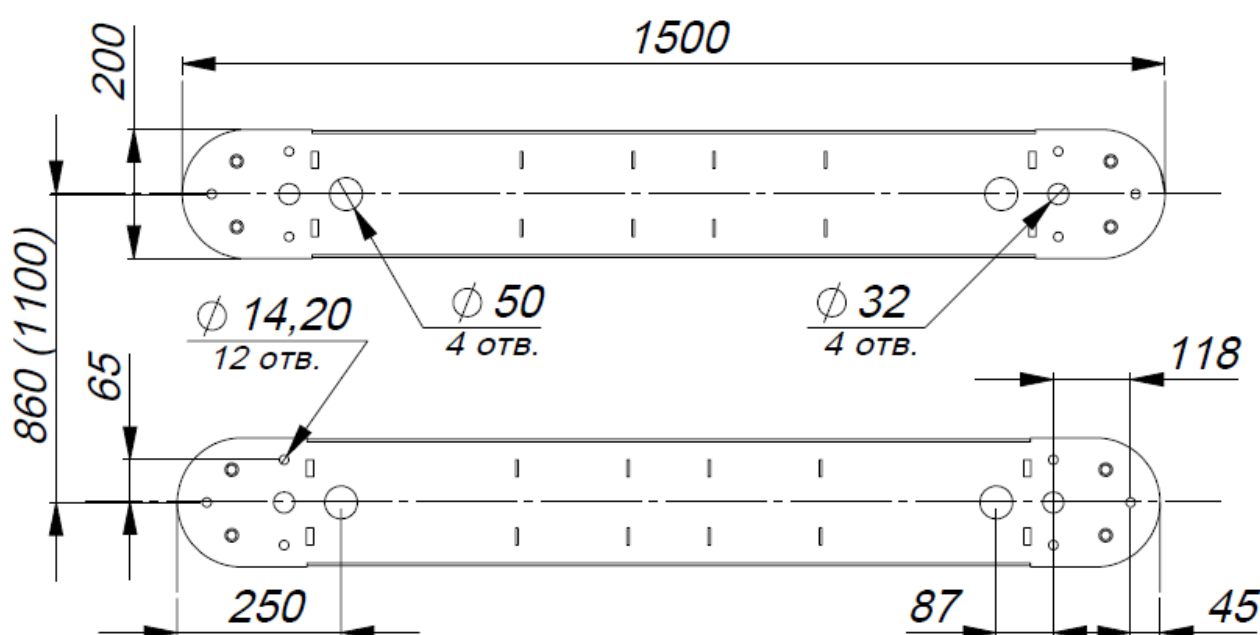

Рис. 5. . Установочные размеры при ширине прохода 660 (900) мм
4.2.4. Подводка кабелей производится через отверстия диаметром 50 мм (рис. 5) в нижних плитах модулей.